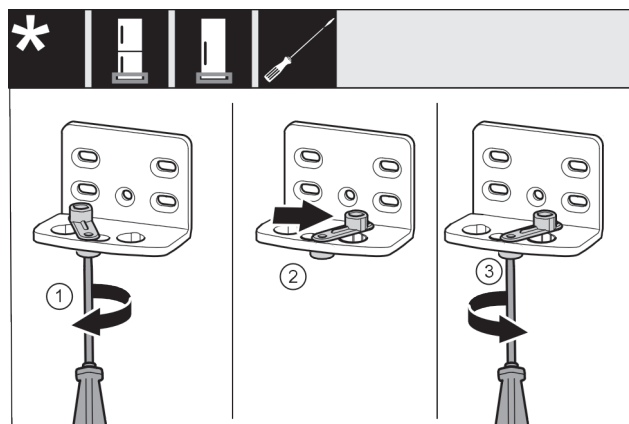

Fig. 41 *
- Šroubovákem volně přišroubujte šroub Fig. 41 (1).*
- Zvedněte pomůcku zavírání dveří Fig. 41 (2) a v otvoru ji otočte o 90° doprava.*
- Šroubovákem šroub Fig. 41 (3) pevně utáhněte.*